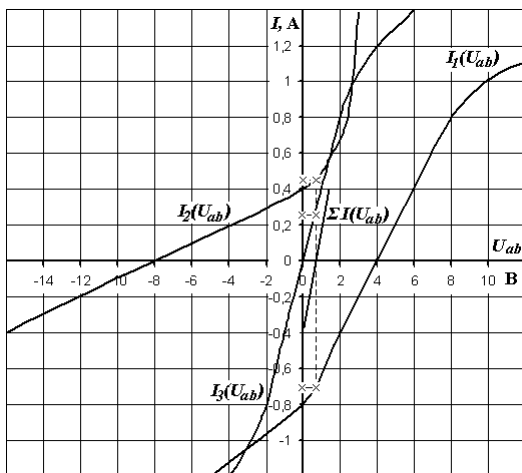

Рис. 2.66
3. Построить ВАХ ветвей $I_1(U_{ab})$, $I_2(U_{ab})$, $I_3(U_{ab})$ (рис. 2.66). Из выражений (2.11), (2.12), (2.13) следует, что характеристика $I_1(U_{ab})$ – это $I_1(U_1)$, смещенная вправо на величину $E_1 = 4$ В, характеристика $I_2(U_{ab})$ – это $I_2(U_2)$, смещенная влево на $E_2 = 8$ В, характеристика $I_3(U_{ab})$ – это $I_3(U_3)$.
4. Суммировать значения токов (ординаты) характеристик $I_1(U_{ab})$, $I_2(U_{ab})$, $I_3(U_{ab})$, для чего произвольно задать значение U_{ab} , по характеристикам $I_1(U_{ab})$, $I_2(U_{ab})$, $I_3(U_{ab})$ найти соответствующие значения токов I_1 , I_2 , I_3 и получить характеристику $(I_1 + I_2 + I_3) = f(U_{ab})$ (рис. 2.66).
5. По характеристикам $I_1(U_{ab})$, $I_2(U_{ab})$, $I_3(U_{ab})$ определить искомые значения токов при найденном значении $U_{ab} = 0,7$ В (рис. 2.66): $I_1 = -0,7$ А; $I_2 = 0,45$ А; $I_3 = 0,25$ А.